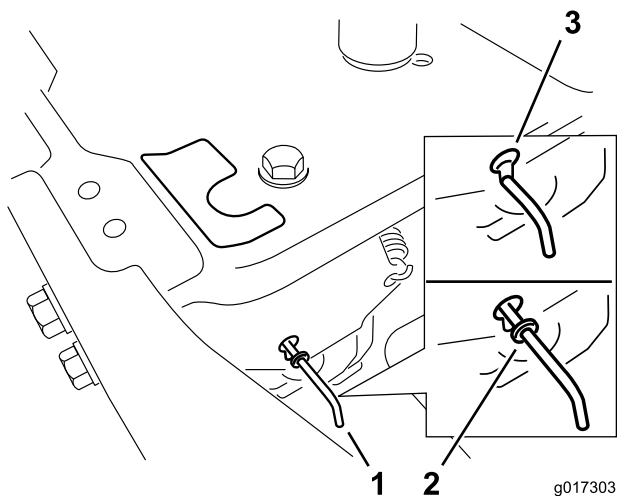

Figure 28
4. Déplacez les leviers de dérivation en avant à travers le trou de clavette et vers le bas pour les verrouiller en position (Figure 28).
Déplacez les leviers de dérivation en arrière à travers le trou de clavette et vers le bas pour les verrouiller en position, comme montré à la Figure 28.